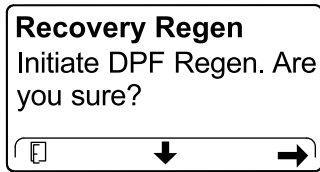

Figura 54
4. Nella schermata INITIATE DPF REGEN premete il pulsante destro per continuare (Figura 54).